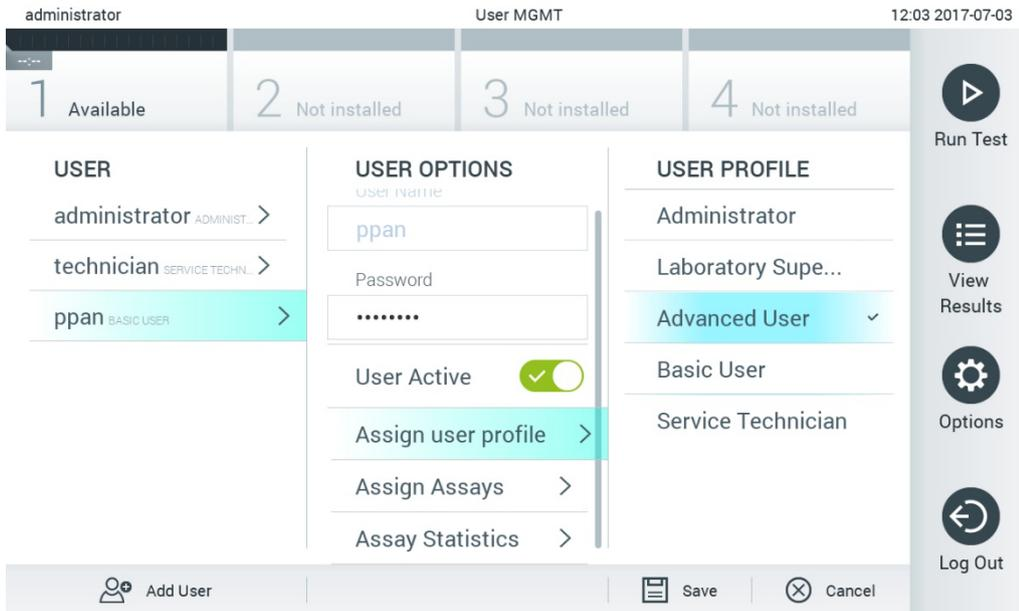

Figura 60. Asignación de perfiles de usuario a usuarios.
- Assign User Profile (Asignar perfil de usuario): permite asignar un perfil de usuario distinto para dicho usuario (p. ej., Administrator [Administrador], Laboratory Supervisor [Supervisor de laboratorio], Advanced User [Usuario avanzado] y Basic User [Usuario básico]). Seleccione el perfil de usuario adecuado de la lista a la derecha de la zona de contenido (figura 60, siguiente página).